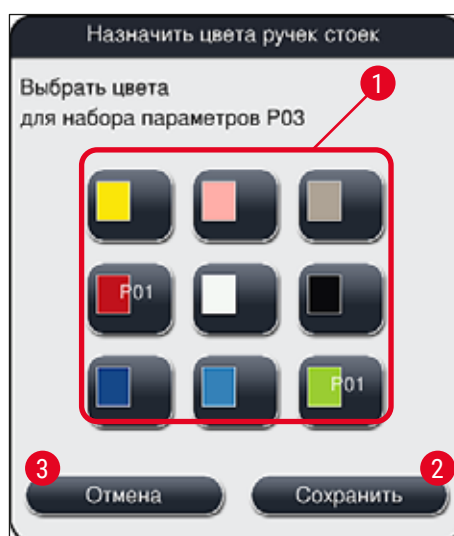

Рис. 45
2. При нажатии кнопки **Цвет** (→ Рис. 44-2) на экране появляется поле выбора (→ Рис. 45), в котором можно назначить цвет ручки штатива для выбранного набора параметров.
- Все доступные цвета представлены на рисунке (→ Рис. 45). Если в поле цвета отображается аббревиатура, это означает, что этот цвет уже назначен определенному набору параметров.